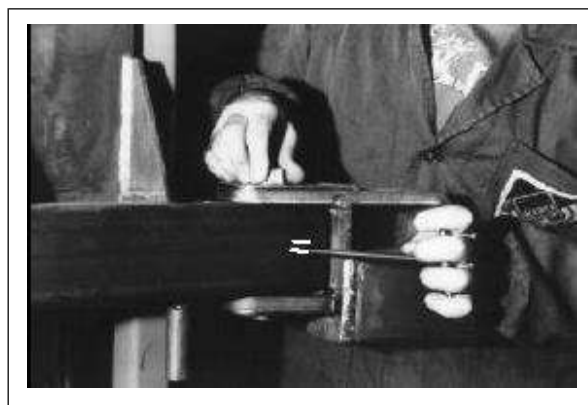

Рис. 52.
5. (Рис. 52). Наденьте пружину-толкатель штифта (5) на штифт (1), а затем окончательно установите пружину (6), убедившись в том, что эти детали были смазаны перед их установкой.